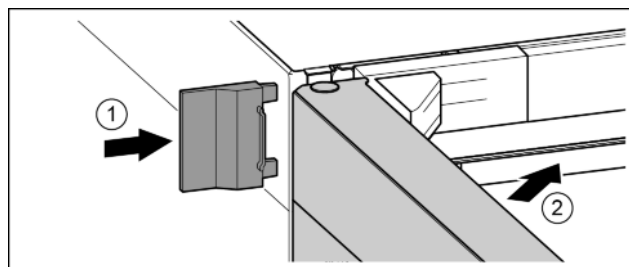

Fig. 22
- ▶ Vnější kryt nasuňte. Fig. 22 (1)
- ▶ Zavírete horní dveře. Fig. 22 (2)